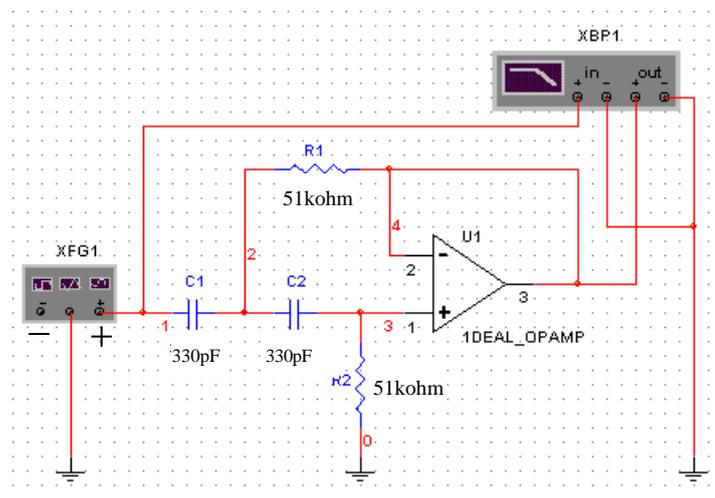

図 3 0 高域アクティブフィルタ
(1) 回路を作成する
- ・ 図 3 0 のように回路を作成してください。